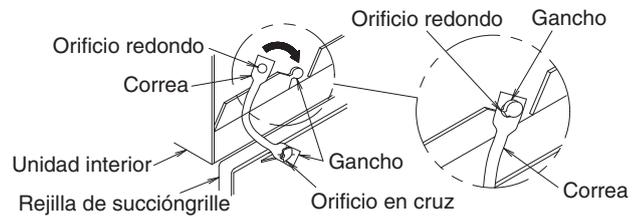

Fig. 38
- Cuando instale la rejilla de succión, cuelgue el tirante de la rejilla de succión en la parte colgante de la unidad interior que se muestra en la Fig. 38.